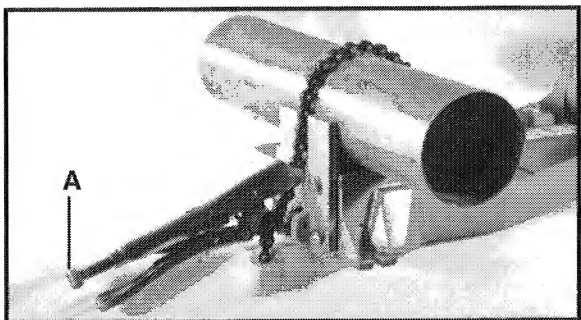

Fig. 11
3. Pase la cadena de sujeción sobre la pieza de trabajo y a través de la muesca que está en el tope-guía estacionario de la manera que se muestra en la Fig. 11.
6. Apriete las palancas superior e inferior de la abrazadera hasta juntarlas para sujetar en la posición adecuada el material que se va a cortar, de la manera que se muestra en la Fig. 11.
NOTA: La tensión de sujeción puede regularse girando el tornillo de ajuste (A), Fig. 11, que sobresale del extremo de la palanca superior de la abrazadera de agarre del tornillo de carpintero.